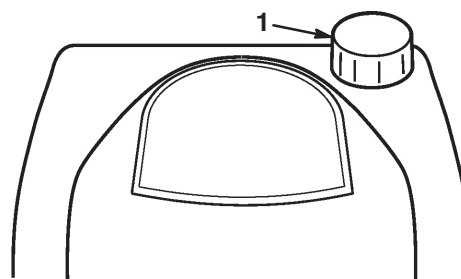

Figure 109
6. Remplir le réservoir de carburant (Fig. 109) avec un mélange deux temps propre et frais.